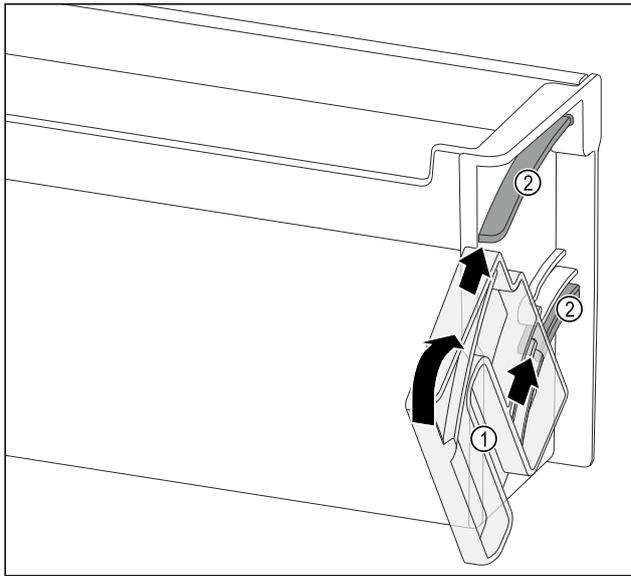

Fig. 116
- ▶ 定位旋转单元 Fig. 116 (1)，使槽正好与门边存放架的导向槽 Fig. 116 (2) 相对。
- ▶ 沿指定方向转动旋转单元 Fig. 116 (1)。